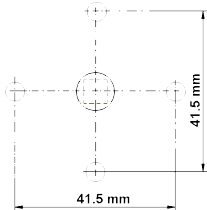
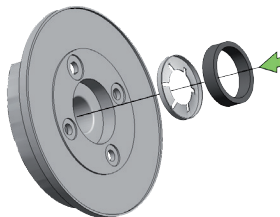

Abb. 12
Abb. 13
- Spindelbohrung max. 12 mm. Befestigungslöcher M4, Abstand 41,5 mm mittig der Spindelbohrung, senkrecht oder waagrecht (siehe Abb. 12). Klemmscheibe und Ring wie gezeigt in die Rückplatte einlegen (siehe Abb. 13). Rückplatte mit 2 M4 Schrauben (nicht enthalten) so montieren, dass die Öffnungsmarke senkrecht steht.